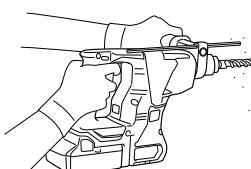

Fig. 19
- (1) Monter le foret de perçage.
- (2) Tirer l'interrupteur de déclenchement après avoir appliqué la pointe du foret sur la position de perçage désirée. (Fig. 19)
- Quand le foret de perçage touche une barre de fer de la construction, la mèche s'arrête immédiatement et le marteau rotatif réagit en tournant. Par conséquent, veuillez tenir fermement la poignée latérale et la poignée, comme illustré à la Fig. 19.